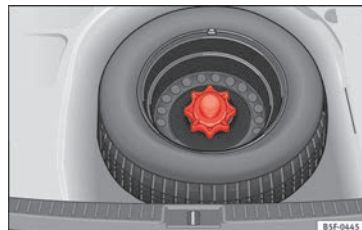

Fig. 248 Ruotino di scorta: piano di carico sollevato.
- Sollevare il piano di carico e mantenerlo sollevato per poter togliere la ruota di scorta » **fig. 248.**